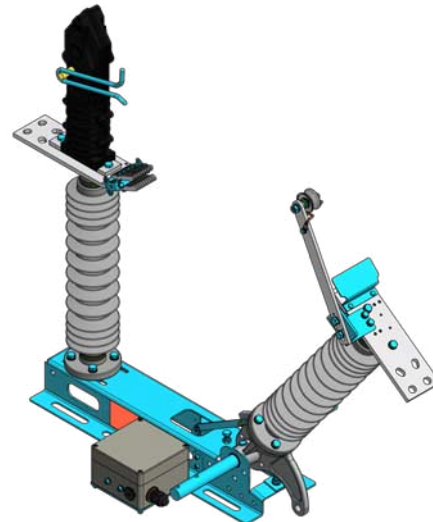

Abb. 16: MCS-LBS in "AUS"-Position
- Schaltgerät in Richtung Schaltposition AUS bewegen (Abb. 16). Der Schaltkontakt AUS darf erst geschlossen werden, wenn das Hauptkontaktsystem (5) ca. 80% des Weges in Ausschalttrichtung zurückgelegt hat.